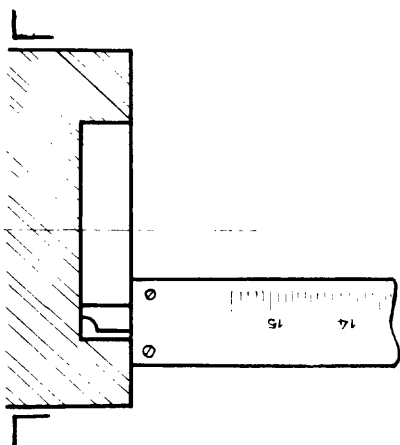

Fig. 6 Medición de profundidad.
- 11º Paso *Verifique con el calibre con nonio (figs. 6 y 7).*
- 2 El calibre no debe tocar la cara interna de la pieza (fig. 6).